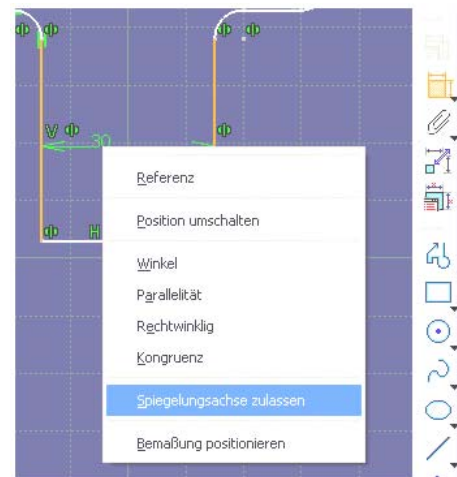

Abb. 8: zwei Elemente, Zusatzauswahl
3. Es sind zwei Elemente angewählt. Über das Kontextmenü können dann Bedingungen erzeugt werden, die eine Anwahl eines dritten Elementes notwendig machen (z.B. eine Symmetrieachse, (**Abb. 8**).